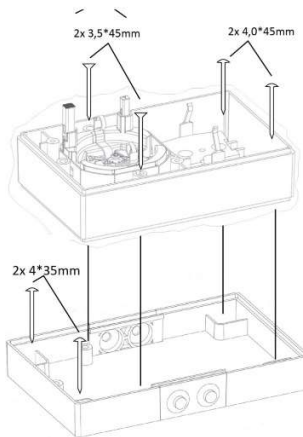

Bild 2
2. Lossa skruvarna och dra isär uttagets tre delar ifrån varandra, lockdel, uttagsdel och bottendel. Skruva fast bottendelen i väggen. Se bild 2.